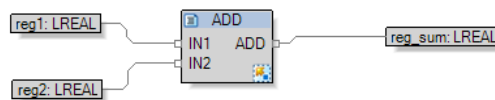

Abbildung 58: Erstellen einer einfachen Logik im 61131-Programm.
- Erstellen Sie im Zeichenbereich darunter einen „ADD“-Funktionsblock, indem Sie Strg+W drücken und ‚ADD‘ eingeben. Klicken Sie mit der rechten Maustaste auf IN1 und wählen Sie **Interne Var/Expression hinzufügen**. Geben Sie „reg1“ als VAR-Namen ein und speichern Sie. Machen Sie dasselbe für IN2 und reg2 sowie ADD und reg\_sum, wie in Abbildung 58 gezeigt.